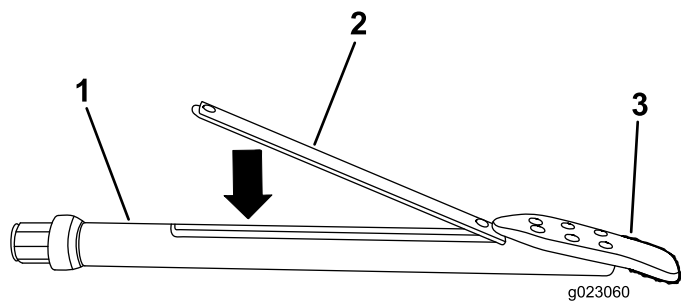

Рисунок 83
3. Вставьте маячок в корпус зонда передним концом в сторону бурового долота (Рисунок 83).